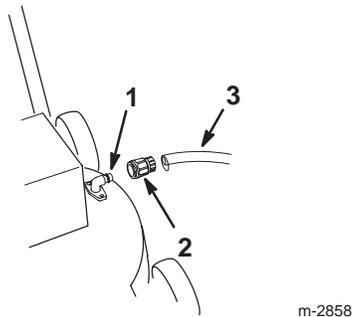

Figure 16
2. Branchez un raccord rapide (vendu séparément) à l'extrémité du tuyau (Fig. 16).
3. Branchez le raccord à l'embout de lavage de la tondeuse (Fig. 16).